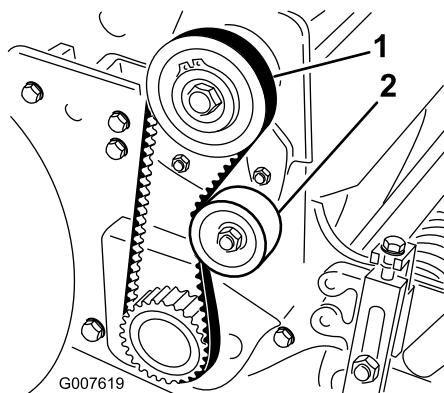

図 29
2. プーリ間の中央（図 29）でベルトを 1.8~2.2 kg程度の力で押して点検します。ベルトのたわみが 6 mm 程度あれば適正です。
- A. アイドラ・プーリ固定ナットをゆるめ、プーリを右に回してベルトの背に押しつけて、適当な張りを出す（図 29）。